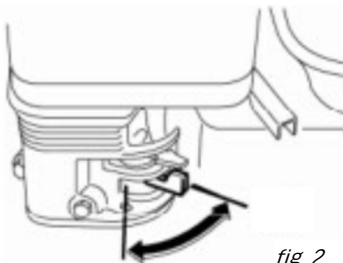

fig. 2
1. Ouvrez le robinet de carburant en déplaçant le levier vers la droite (fig. 2).